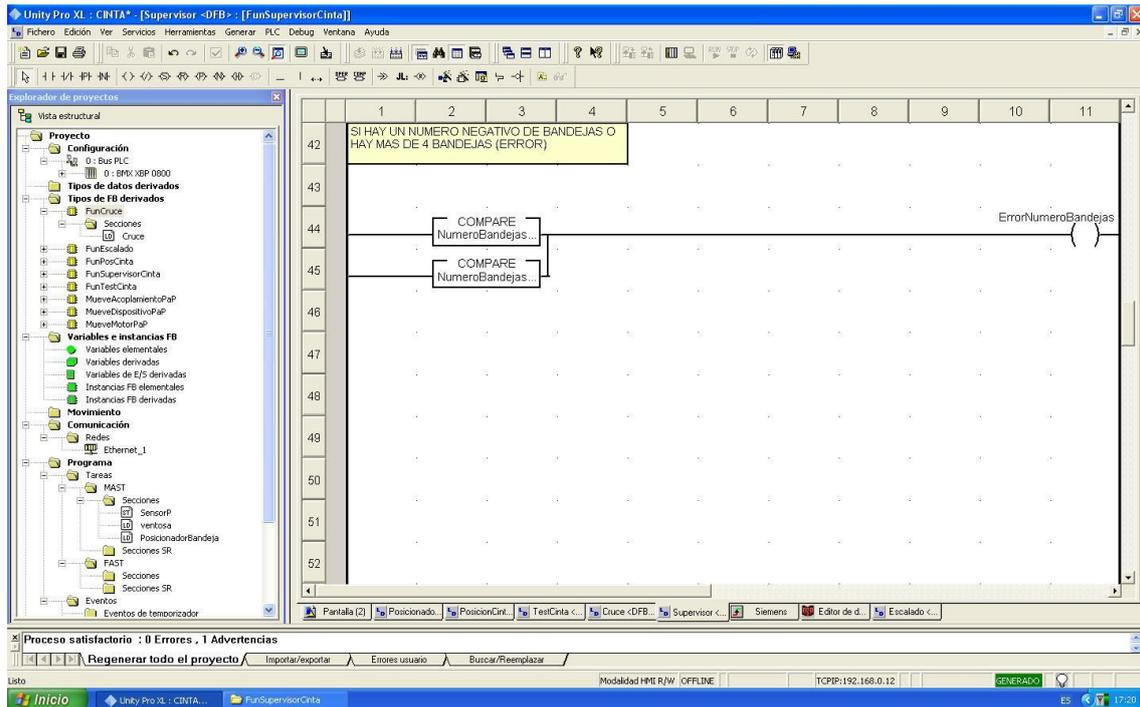

Figura 5.5.6
- Caso 6: Hay más de 4 bandejas o el número de bandejas es negativo (Figura 5.5.6):